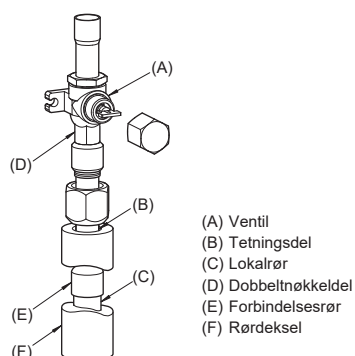

Fig. 4-3
- (3) Bruk følgende fremgangsmåte for tilkopling av rør på gassiden. (Fig. 4-3)
- 1 Hardlodd (E) det medfølgende forbindelsesrøret til utendørsenheten ved bruk av lokalt anskaffede hardloddematerialer og (C) lokale rør uten oksygen.
- 2 Kople forbindelsesrøret (E) til stengeventilen på gassiden. Bruk to nøkler til å stramme leppemutteren.